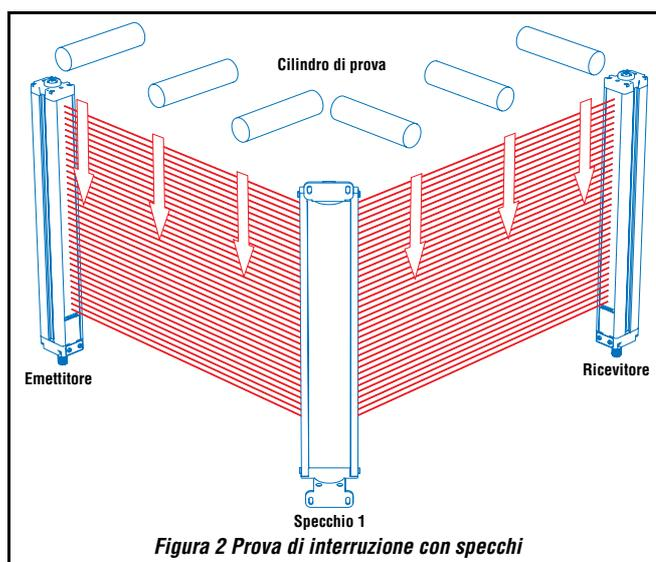

Figura 2 Prova di interruzione con specchi
11) Effettuare un test della zona di rilevamento su ciascun tratto del percorso ottico (ad esempio, tra emettitore e specchio nonché tra specchio e ricevitore) (Figura 2 a pagina 4). □